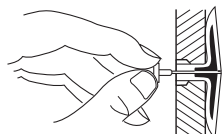

Figura 9 - Cómo abrir las alas del anclaje para paredes delgadas
4. Para paredes delgadas, de 1.3 cm (1/2") o menos, inserte la llave roja en el anclaje de pared. Empuje la llave roja para que abra las alas de anclaje (consulte la Figura 9).